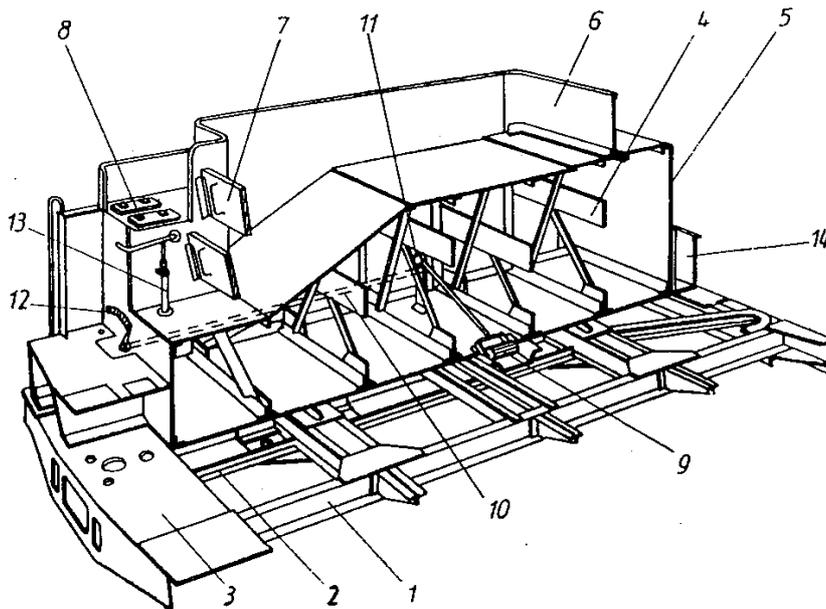
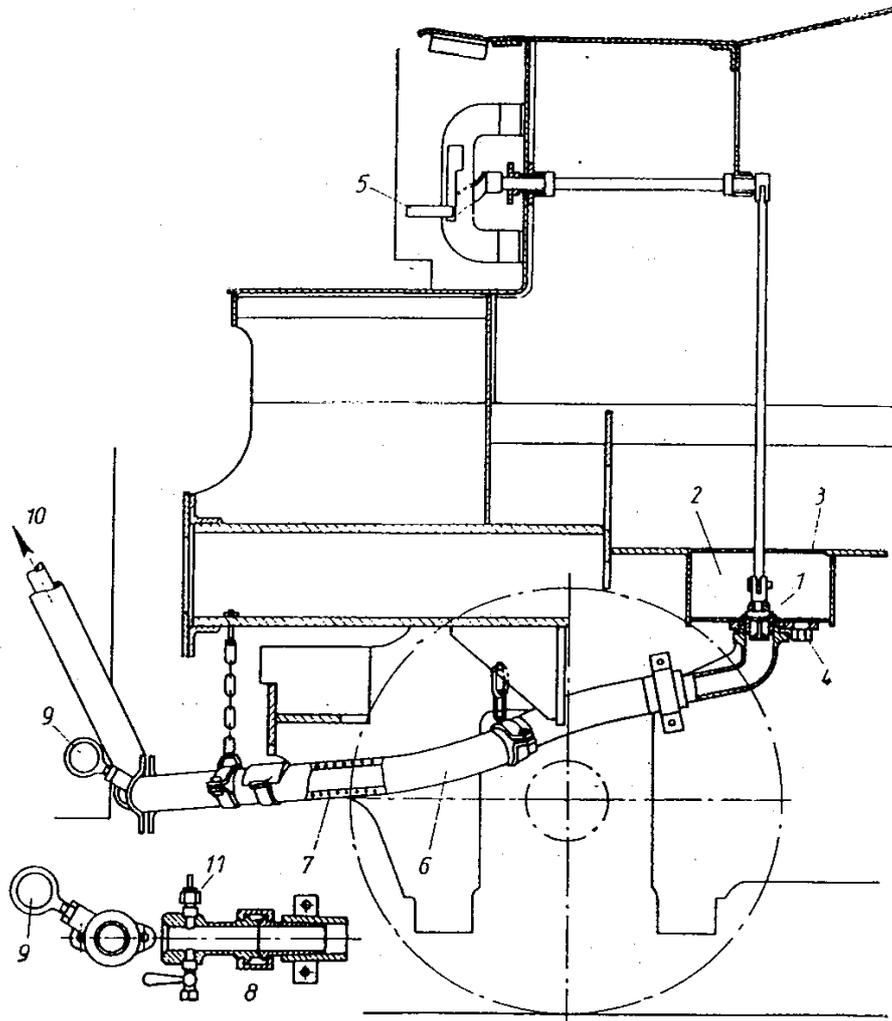
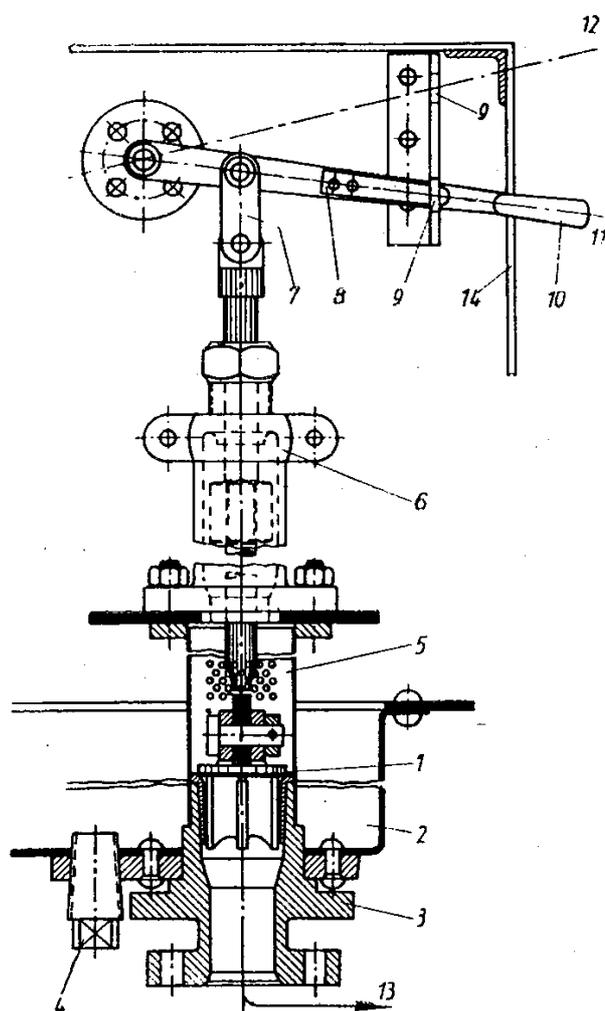

Bild 68. Schnitt durch Wasserkasten und Kohlenbehälter des Tenders
Bild 69. Wasserentnahmeeinrichtung am Tender
Bild 70.
Bild 68 zeigt einen Schnitt durch Wasserkasten und Kohlenbehälter eines Tenders. Der Wasserkasten besteht aus Blechen von etwa 6 mm Dicke, die mit Winkel- und T-Eisen verbunden und zusammenge Nietet bzw. zusammengeschweißt sind.
Bild 69 stellt nochmals in übersichtlicher Weise die gesamte Wasserentnahmeeinrichtung am Tender dar.
Wenn sich im Tender ein niedriger Wasserstand befindet, könnten sich Wirbel bilden, und dadurch würde Luft mit in die Saugleitung gerissen. Um das zu verhindern, sind an den beiden Wasserentnahmestellen am Boden des Wasserkastens Saugkästen (2) vorgesehen (Bild 69). Am Boden dieser Saugkästen sitzen die Tenderabsperrrventile (1) sowie eine Entleerungsschraube (4). Ein Sieb (Bild 69) oder ein gelochtes Wassereinlaufrohr (Bild 70) verhüten das Eindringen von groben Verunreinigungen.
Bild 70 zeigt das vom Führerstand aus zu betätigende Tenderabsperrrventil. Jede der beiden Saugleitungen kann durch ein solches Ventil abgesperrt werden. Am Tender rechts und links befindet sich je ein Ventilhebel (10). In dessen unterer Stellung ist das Tenderventil geschlossen. Soll es geöffnet werden, dann wird der Ventilhebel angehoben und die Feder (8) in die obere Knagge (9) eingeklinkt. Dadurch wird das mittels Bolzen an der Ventilstange befestigte Absperrventil angehoben, und das Tenderwasser kann zur Saugleitung und zur Pumpe gelangen. Zur Anzeige des Wasserstandes dient ein Zeiger mit Stab, der über eine Hebelübertragung von einem linsenförmigen Schwimmer betätigt wird (Bild 68).